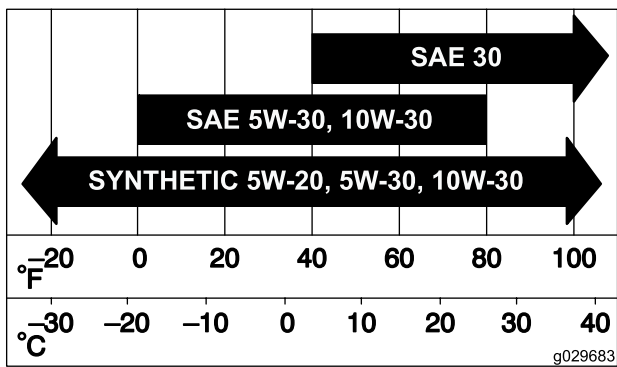

Figure 40
2. Introduisez le filtre dans son boîtier avec précaution (Figure 40).
3. Remettez en place et verrouillez le couvercle du filtre à air (Figure 40).